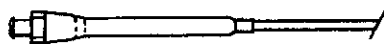

Fig. 2
- (Aplica si tiene Mecanismo Simp Loc) Tire del manguito hasta que encaje con un Chasquido sobre el reborde de la conexión de plástico del cuerpo del catéter. (Fig. 2) **NOTA:** Si el manguito de retención no está totalmente encajado en posición, el lazo no quedara bien fijado y se producirán fugas en el manguito de retención.